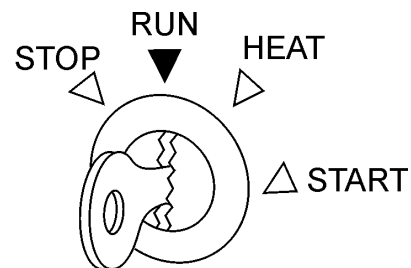

Figure 18. Commutateur-starter
1. Insérez la clé dans le commutateur-starter (Figure 18) et tournez-la en position « **RUN** ». Vérifiez que les témoins de la pression d'huile et de charge sur l'écran de l'unité des témoins d'alerte sont allumés. Si un témoin n'est pas allumé, vérifiez le système et le câblage (voir le manuel opérationnel du moteur).